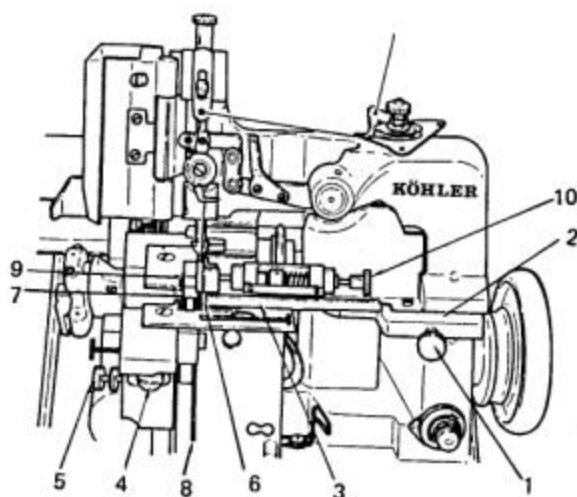

Fig. 13
### 14. Het regelen van de steekbreedte (zie fig. 13)
1. Draai de knop (1) los die de mesgeleidingsplaatsteun (2) vasthoudt (zie fig. 13) en schuif de steun (2) met de geleidingsplaat (3) naar rechts.
2. Maak de stelschroef (4) los en draai de afstelschroef (5) met uw vingers om het vaste mes te laten bewegen naar links of naar rechts naar het gelang hetgeen gewenst is en zet de stelschroef (4) vast. Wanneer u een bredere naad wilt, beweegt u de houder naar rechts en wanneer u een smallere naad wilt beweegt u de houder naar links.
3. Beweeg de mesgeleidingsplaat naar links totdat de mesgeleidingsplaat (3) het beweegbare mes (6) licht aanraakt en draai knop (1) weer vast.
4. Draai de schroef (7) los die het plaatje boven op het drukvoetje vasthoudt en stel het plaatje af in verhouding tot de snijbreedte door het of naar rechts of naar links te bewegen en draai de schroef (7) weer vast.